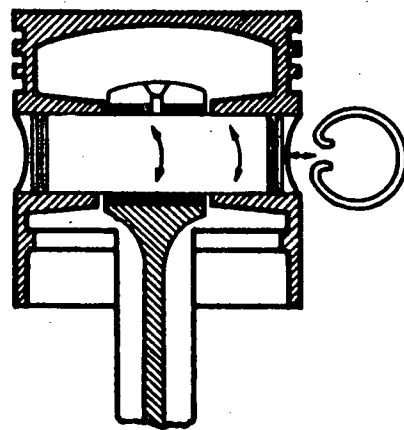

Fig. 7
- Solto no êmbolo e na biela (fig. 7).